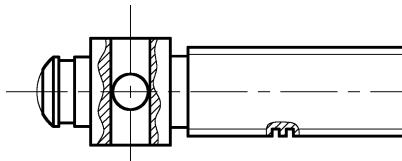

图 11-15 绘制剖面线示例
6) 绘制剖面线。选取“剖面线”为当前图层，选择“绘图”面板→“图案填充”命令，打开“图案填充创建”选项卡，选取“图案”面板中的“ANSI31”选项，在“特性”面板中设置比例为“1.5”，角度为“0”，单击“边界”选项中的“拾取点”按钮，在绘图区界面上单击各剖面区域，按〈Enter〉键，返回“图案填充”对话框，单击“确定”按钮，填充结果如图 11-15 所示。